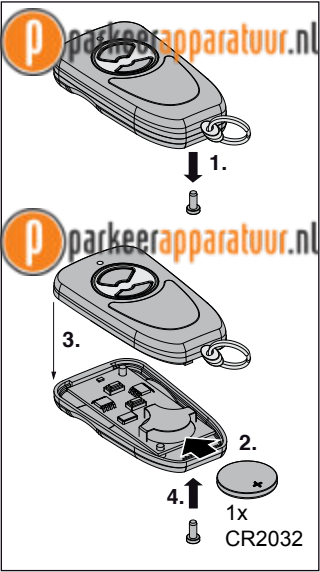

Fig. 2
3.1 Batterij vervangen / plaatsen (fig. 2)
3.1 Sustituir / introducir la pila (fig. 2)
3.1 Sostituzione / inserimento della batteria (fig. 2)